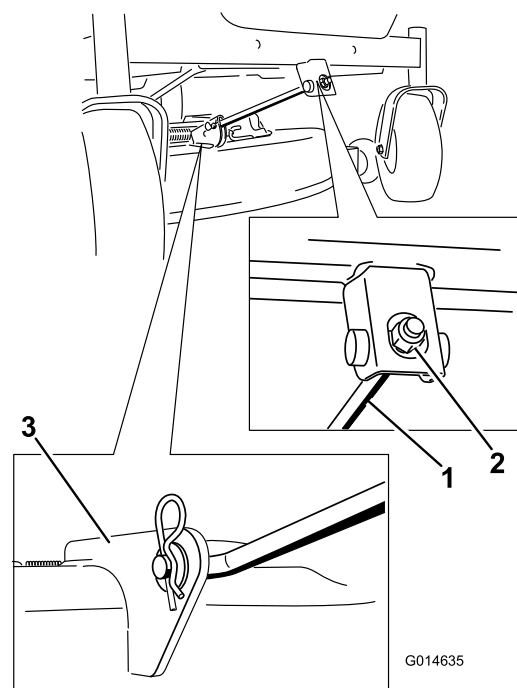

Figura 59
- Retire el pasador de horquilla de la varilla de soporte delantera y retire la varilla del soporte de la carcasa (Figura 59). Baje cuidadosamente la parte delantera de la carcasa de corte al suelo.
6. Conecte la varilla de soporte delantera a la carcasa de corte con el pasador y la chaveta (Figura 59).